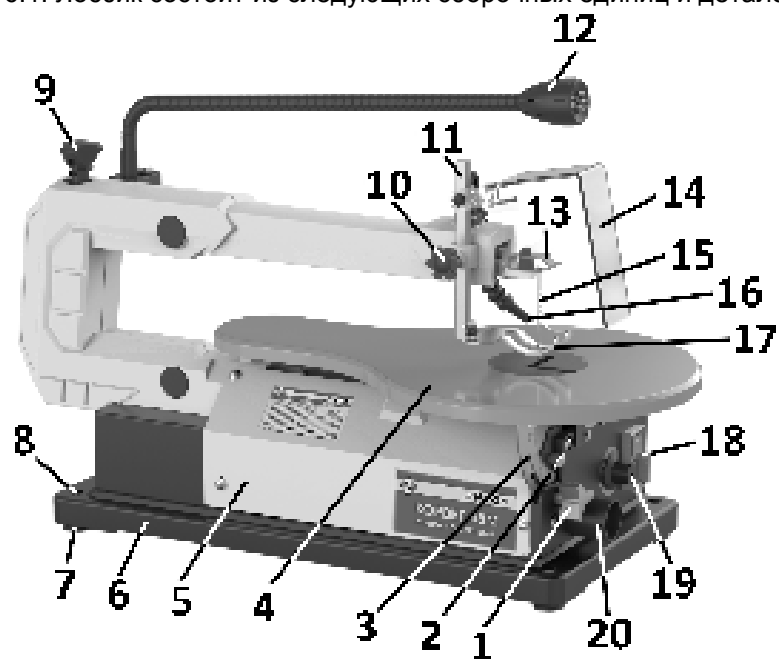

Рис. 2
8. СБОРКА, Рис.2
8.1. С защитного экрана пыльного полотна (Б), Рис.1, демонтируйте прижимную лапку (17), Рис.2.
8.2. Выкрутите винт фиксации (10), установите и закрепите винтом фиксации (10) штангу (11) защитного экрана (14) пыльного полотна (15). На штанге (11) установите и закрепите прижимную лапку (17).
9. СНЯТИЕ И УСТАНОВКА ПЫЛЬНОГО ПОЛОТНА, Рис.2 ÷ 6
9.1. Ослабьте натяжение пыльного полотна (15) поворотом винта (9) на 2÷4 оборота по часовой стрелке, Рис.2.
9.2. Демонтируйте кожух (5), Рис.2.
- 9.3. Поднимите в верхнее положение защитный экран (14) пильного полотна (15), Рис. 2.